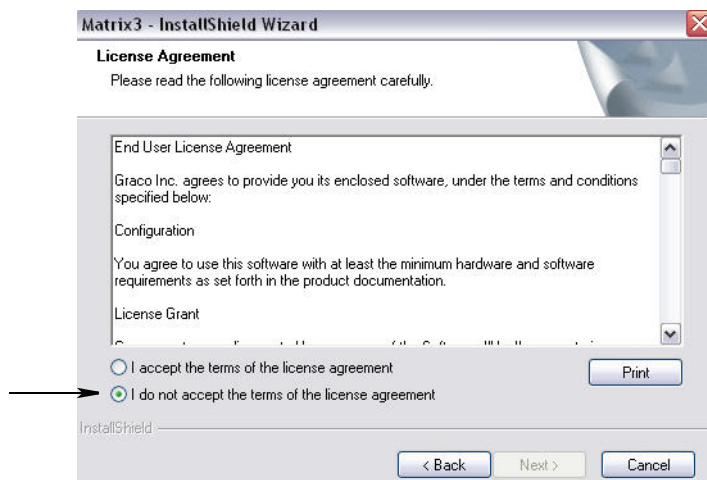

FIG. 4
- Lees de licentieovereenkomst voor eindgebruikers (FIG. 4). Selecteer "Ik aanvaard de voorwaarden van de licentieovereenkomst" indien u ermee akkoord gaat. Na aanvaarding van de voorwaarden van de licentieovereenkomst, wordt de knop VOLGENDE actief. Klik op VOLGENDE.